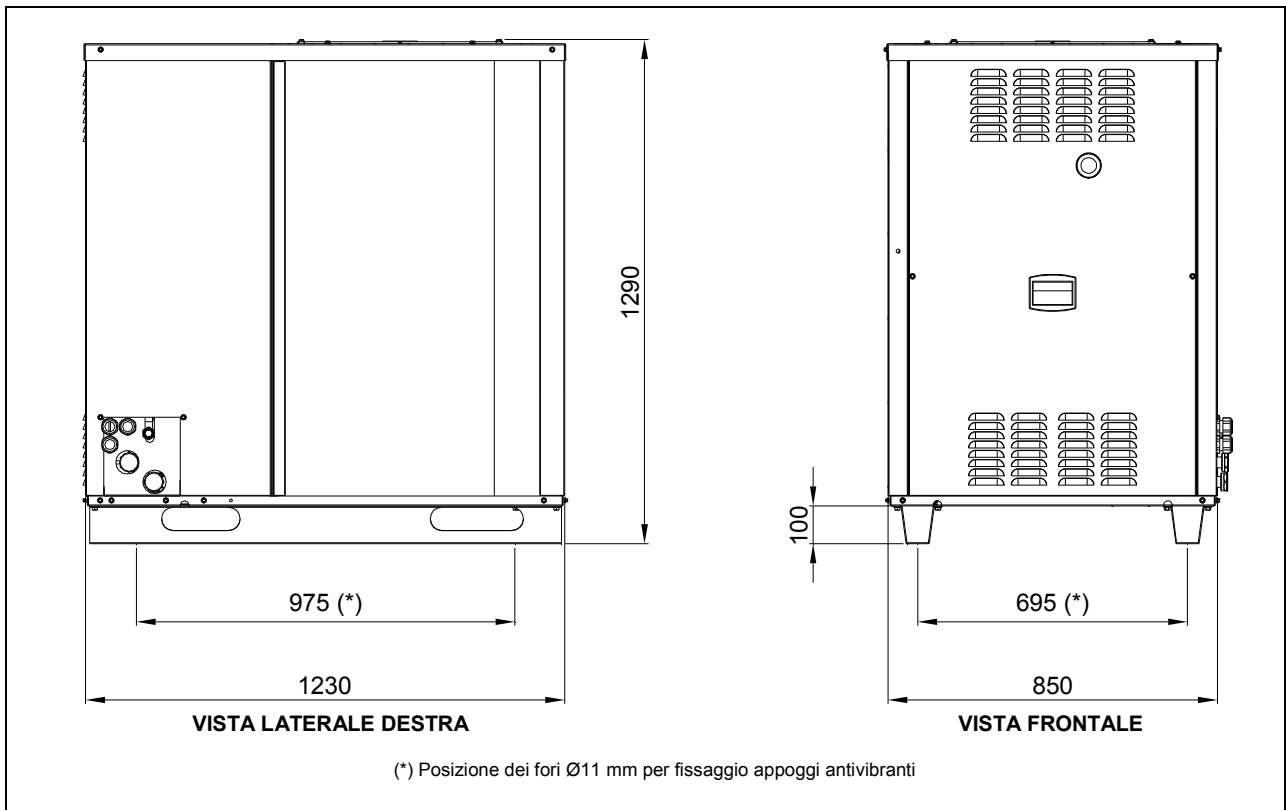
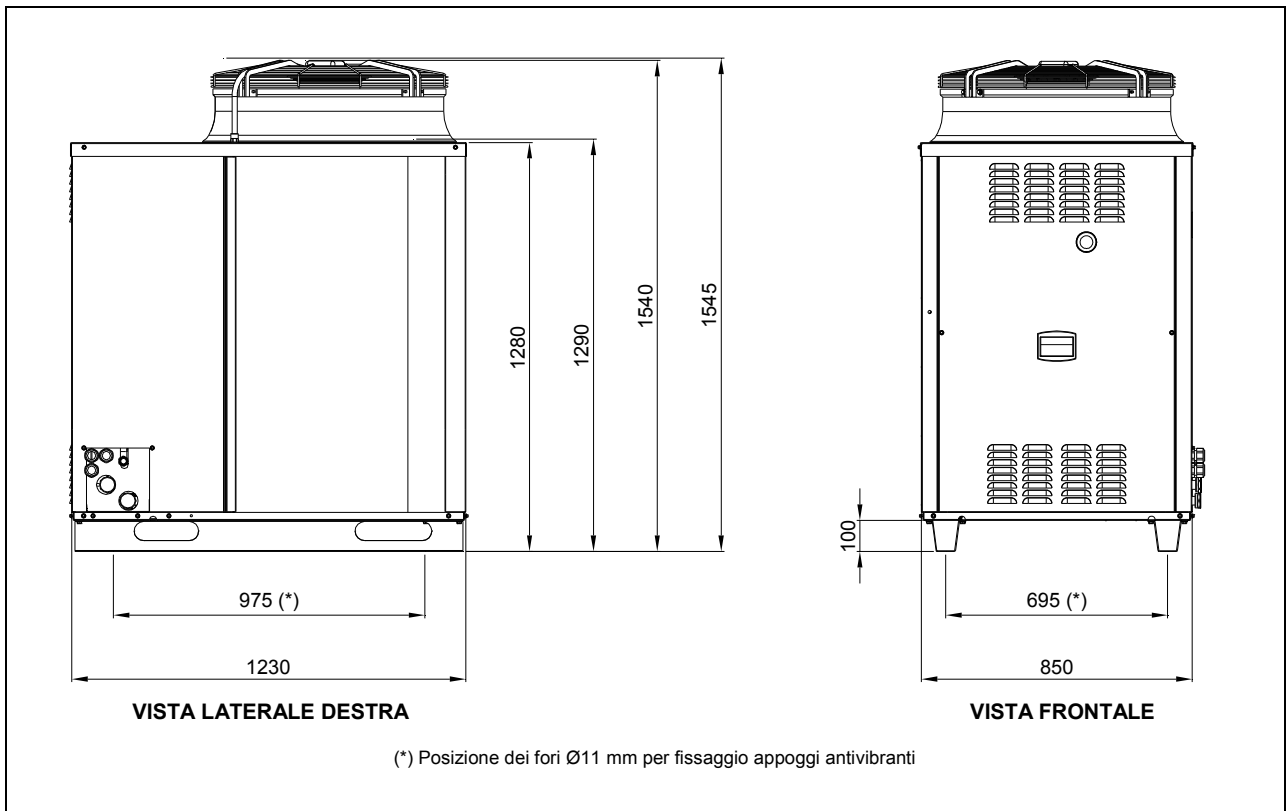

Figura V-1 - Dimensioni GA ACF - vista frontale e laterale (quote espresse in mm)
Figura V-2 - Dimensioni GA ACF "S" - vista frontale e laterale (quote espresse in mm)
- (1) Come da norma EN12309-2 valutata su portata termica reale. Per condizioni di funzionamento diverse da quelle nominali fare riferimento alla Tabella V-17 a pagina 24
- (2) Condizioni nominali di funzionamento: temperatura aria esterna 35°C, uscita acqua calda recuperatore 58°C, ingresso 40°C, portata acqua 1000 l/h. Per condizioni di funzionamento diverse da quelle nominali vedere la Tabella V-19 a pagina 26 (portata 1000 l/h) e la Tabella V-21 a pagina 27 (portata 500 l/h)
- (3) Per portate diverse da quella nominale fare riferimento ai valori riportati in Tabella V-6 a pagina 12 (per la parte refrigeratore) e Tabella V-8 a pagina 12 (per la parte recuperatore)
- (4) Da impostare (eventualmente) durante la fase di regolazione, a cura del CAT-Robur. Temperatura minima impostata di default = 4,5°C
- (5) Riferita alla portata nominale di 1000 l/h. Per portata di 500 l/h il valore di temperatura minima in ingresso al recuperatore è 10°C
- (6) PCI 34,02 MJ/m3 (1013 mbar - 15 °C)
- (7) PCI 46,34 MJ/kg (1013 mbar - 15 °C)
- (8) ± 10% in funzione della tensione di alimentazione e della tolleranza sull'assorbimento dei motori elettrici
- (9) Valore massimo in campo libero, frontalmente, fattore di direzionalità 2
- (10) Dimensioni di ingombro. Fare riferimento a Figura V-1 a pagina 13 e Figura V-2 a pagina 13